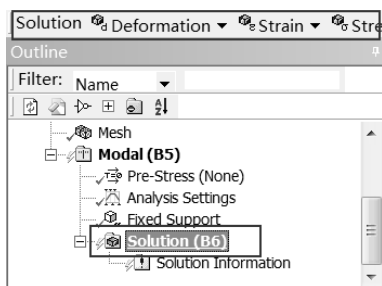

图 9-25 Solution 工具栏
Step1：选择 Mechanical 界面左侧 Outline（分析树）中的 Solution（B6）选项，此时会出现如图 9-25 所示的 Solution 工具栏。